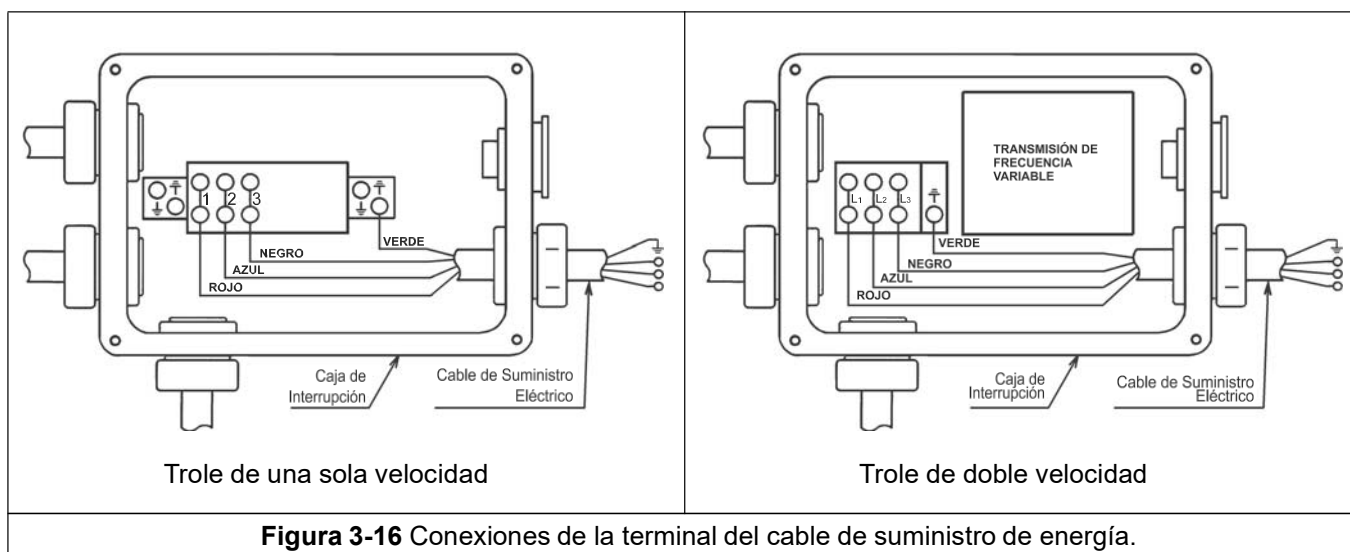

Figura 3-16 Conexiones de la terminal del cable de suministro de energía.
- 3) Consulte la Figura 3-16 y conecte los alambres rojo, azul y negro en las terminales 1, 2 y 3 en la tira de terminales en el interior de la caja de conexiones. Conecte el cable de tierra (verde con franja amarilla o verde sólido) en la terminal de tierra junto a la tira de terminales.